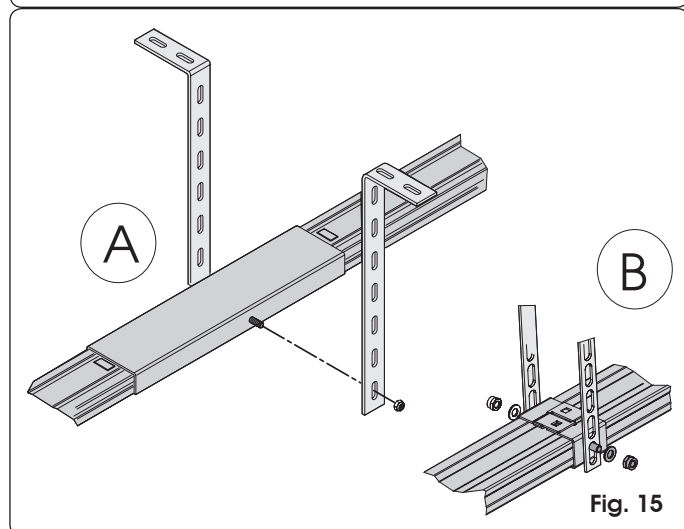

Fig. 15
- 13) Si se utiliza una guía en dos piezas con unión central (Fig. 15 ref. A) o el soporte central para riel único (Fig. 15 ref. B - opcional), realice la fijación en el techo utilizando las específicas bridas y siguiendo los pasos 9, 10 y 12 (Fig. 15).